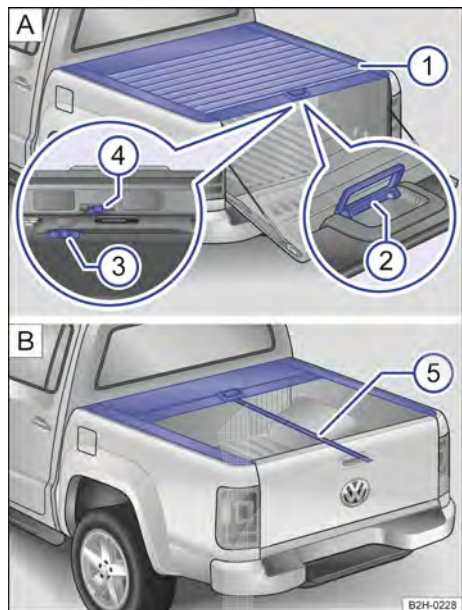

Fig. 27 Capota marítima do compartimento de carga: **A**: vista geral e **B**: cabo.
Legenda para Fig. 27:
- **Abrir brevemente e fechar novamente:** Se a capota marítima do compartimento de carga precisar ser aberta apenas brevemente e fechada de novo em seguida, a lingueta de travamento → Fig. 27 ④ A deve ser pressionada para a esquerda ao fechar. A capota marítima do compartimento de carga engata, se for fechada totalmente.
- **Fechar totalmente:** Fechar a cobertura totalmente, puxando na cinta de tração ⑤ B.
- **Fechar totalmente a partir da posição intermediária:** Fechar a cobertura, puxando na cinta de tração ⑤ B. A cobertura engata na posição intermediária.